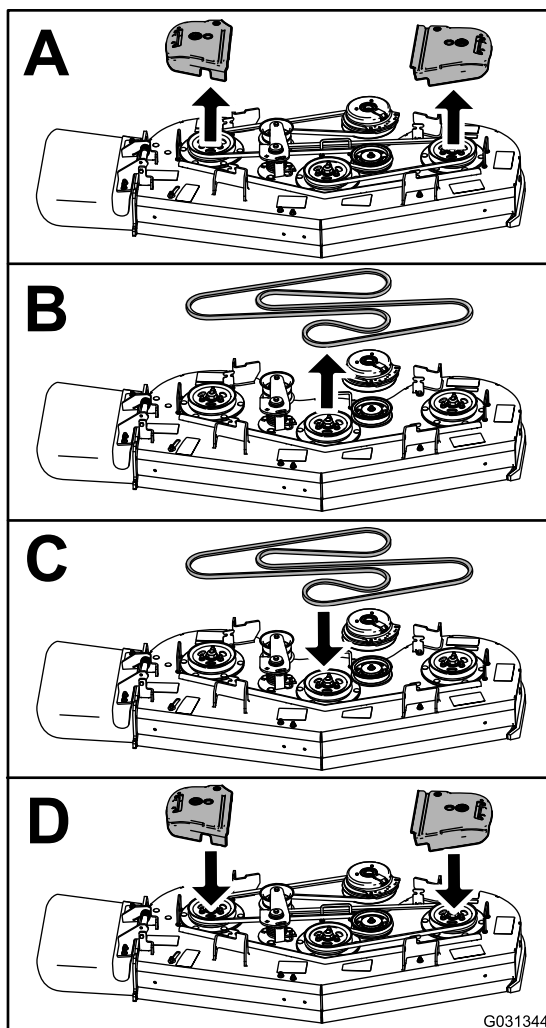

Figure 69
3. Remplacez la courroie comme montré à la Figure 69.